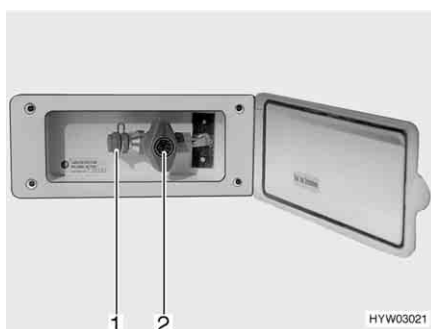

Fig. 91 Presa gas esterna, rubinetto di arresto del gas chiuso
La presa gas esterna (Fig. 91) si trova, a seconda del modello, nella parte posteriore o sul lato destro o sinistro del veicolo.
- Collegare l'apparecchio a gas esterno all'attacco (Fig. 91,1).
- Aprire il rubinetto di arresto del gas (Fig. 91,2).